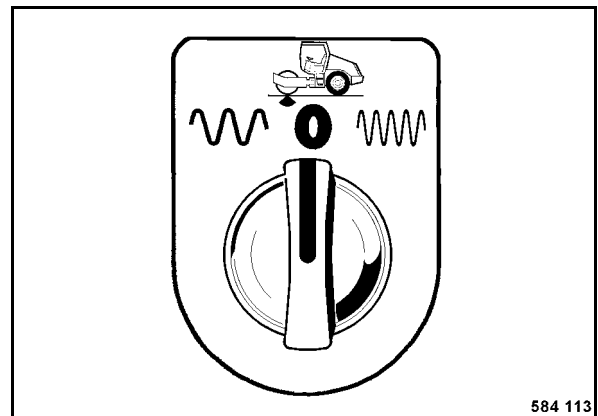

fig. 32
- Tourner l'interrupteur rotatif de sélection de la vibration (fig. 32) sur position "0", vibration arrêtée.